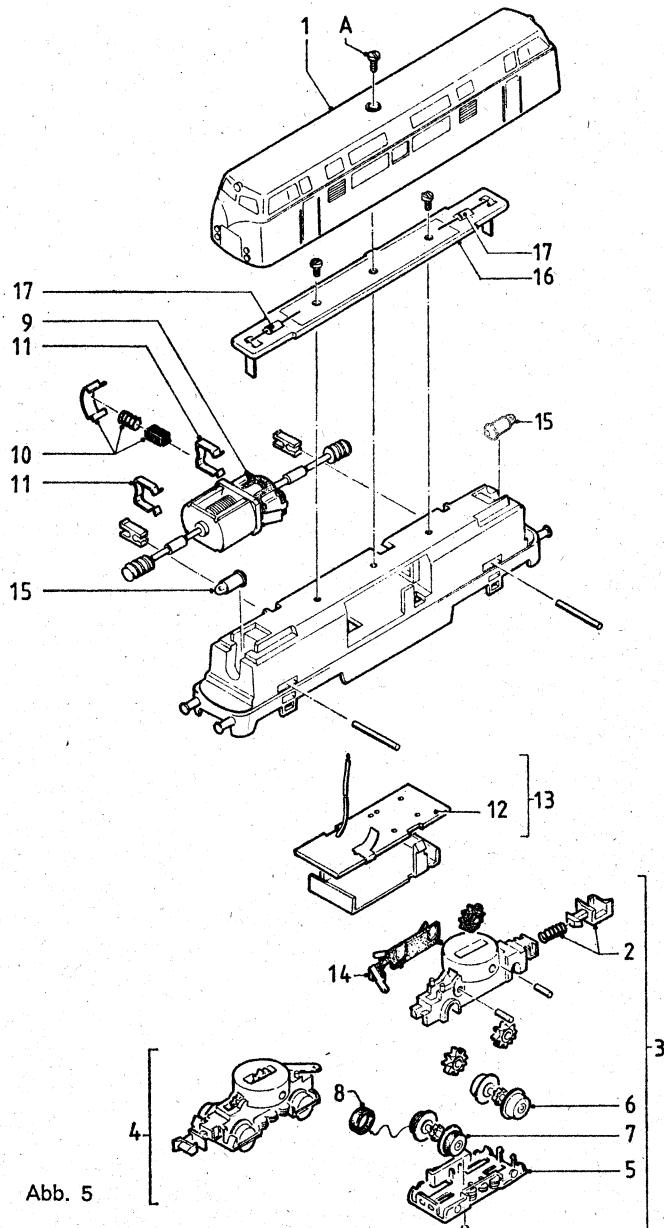

Abb. 5
Gehäuse abnehmen (Abb. 5)
Motorbürste auswechseln (Abb. 5)
Verbrauchte Motorbürste nach Herausnehmen des Motors entfernen und durch neue ersetzen (10 in Abb. 5). Vorsicht beim Abnehmen der Bürstenhalterdeckel, damit die kleine Druckfeder nicht verlorengeht. Außerdem darauf achten, daß das Kontaktblech mit der umgebogenen Kontaktfeder wieder auf die gleiche Motorseite montiert wird, ansonsten Fahrtrichtungsumkehr!
Schroefje in het midden van het dak losdraaien (A in fig. 5) en kap naar boven afnemen.
Versleten koolborstels- na het uithalen van de motor volgens fig. 5 eruit halen (10) en door nieuwe vervangen. Voorzichtig bij het afnemen van de borstelplaat, zodat de drukveer niet verloren gaat.
Skruta upp skruven som sitter i mitten på lokkåpans tak (A en fig. 5). Lyft därefter av lokkåpan.